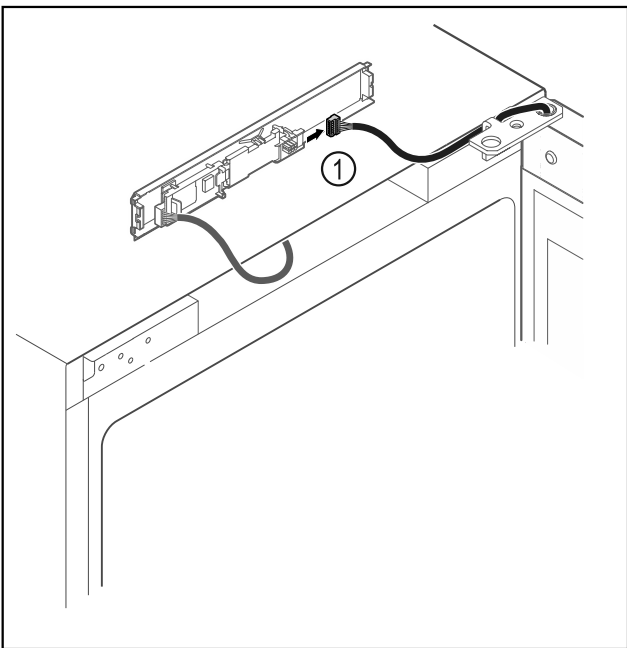

Fig. 12
- Odpojte zástrčku Fig. 12 (1) z dosky plošných spojov.